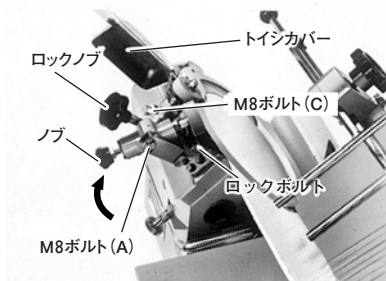
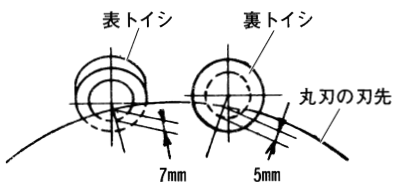

図10-ロ
図 19
(2) 表トイシの出入りは、ノブをまわして行います。裏トイシの出入りは、ノブを引張って行います。（図10-イ、ロ）それぞれのノブを操作し、トイシを丸刃に接触させて、トイシの角度が（図19、図20参照）のようになっているか確認します。
丸刃の刃先とトイシが接触する時の位置関係は(図19)(図20)のようになっています。